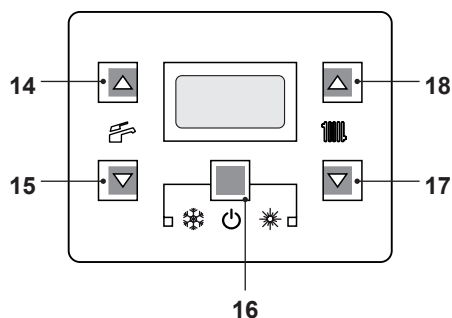
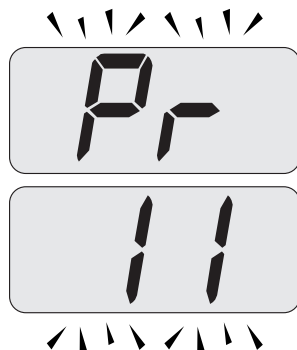

Figura 5.37
Figura 5.39
- Entrare in "modalità programmazione" premendo contemporaneamente per 10 secondi i tasti 16 - 17 - 18 (Figura 5.37) fino a far apparire sul display LCD le lettere *Pr* che si alternano con il codice *01*,
- Scorrere i vari parametri utilizzando i tasti 17 o 18 fino a far apparire sul display LCD le lettere **Pr** che si alternano con il codice **11**, indicanti l'entrata nel "parametro 11" (Figura 5.39).
- Premere contemporaneamente i tasti 16 e 18 (Figura 5.37) fino a far apparire sul display LCD il valore del parametro 11 (10=60 secondi) (Figura 5.40).
- Premendo il tasto 16 (Figura 5.37) si ottiene la conferma del valore inserito.
- Premendo contemporaneamente i tasti 16 e 17 (Figura 5.37) si esce senza modificare il valore (ritorno alla lista parametri Figura 5.39)
- Premendo contemporaneamente per 10 secondi i tasti 16 - 17 - 18 (Figura 5.37) si esce dalla "modalità programmazione".